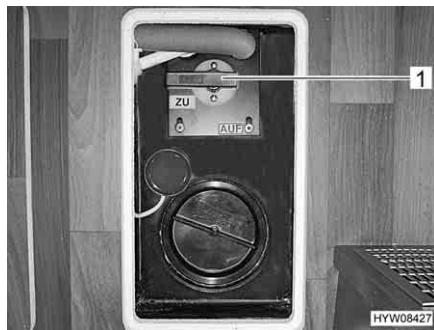

Fig. 198 Leva di comando del serbatoio delle acque grigie
Leva di comando La leva di comando (Fig. 198,1) per lo smaltimento delle acque grigie si trova sotto una copertura nel doppio fondo. Il tubo di scarico con collegamento per un tubo di gomma per lo scarico si trova sotto al veicolo.
- Aprire il rubinetto di scarico. A questo scopo ruotare la leva di comando (Fig. 198,1) del rubinetto di scarico di un quarto di giro. La leva di comando è posizionata verticalmente oppure nel senso della lunghezza rispetto al tubo di scarico. Le acque grigie fuoriescono.
- Dopo il deflusso completo delle acque grigie, richiudere il rubinetto di scarico. A questo scopo ruotare la leva di comando (Fig. 198,1) del rubinetto di scarico di un quarto di giro. La leva di comando è posizionata orizzontalmente oppure trasversalmente rispetto al tubo di scarico.